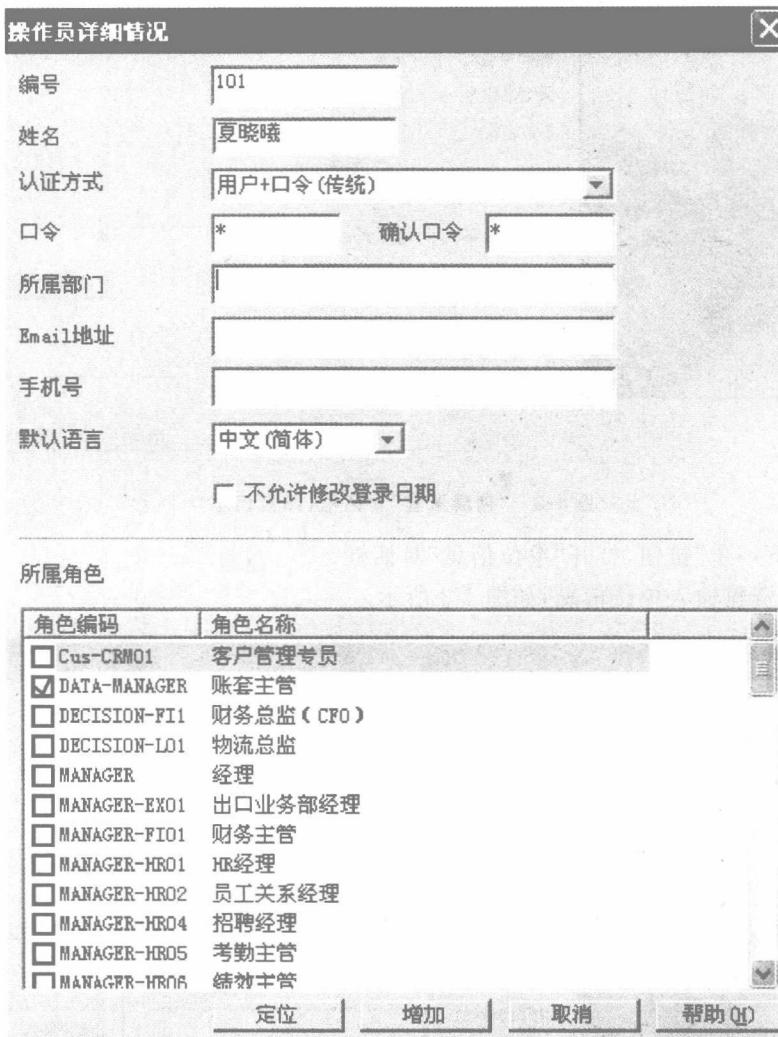

图 1-1 增加用户对话框
- (2) 单击工具栏上的“增加”按钮,打开增加用户对话框。
- (3) 输入编号为班号十学号,如“101”,输入自己的姓名,如“夏晓曦”;认证方式“用户+口令(传统)”;口令和确认口令均为1;并在所属角色列表中选择“账套主管”角色,如图 1-1 所示。